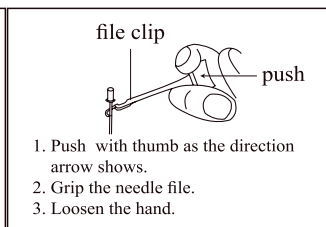

Imagen 20
4.2.5 Recorte la lima con el clip de lima, acérquese al ápice, entonces habrá alarma continua cuando la distancia sea inferior a 2mm [Imagen 20].